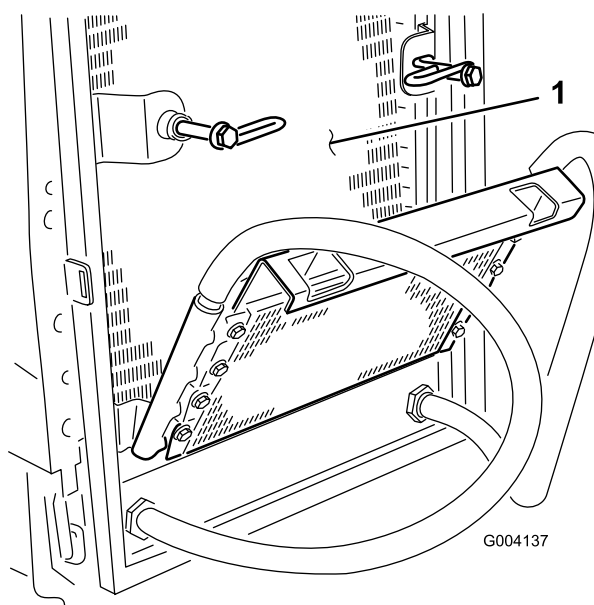

Figure 81
6. Nettoyez soigneusement les deux côtés du refroidisseur d'huile et du radiateur (Figure 81) à l'air comprimé.